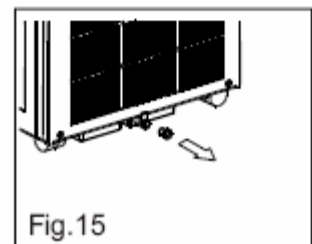

Fig.15
- Cuando tenga previsto dejar esta unidad inactiva durante un largo periodo de tiempo, quite el tapón de goma inferior del agujero trasero y fije una parte a la manguera de drenaje continuo. Todo el agua el bandeja inferior saldrá hacia fuera a través de la manguera de drenaje. (Ver Fig.15)